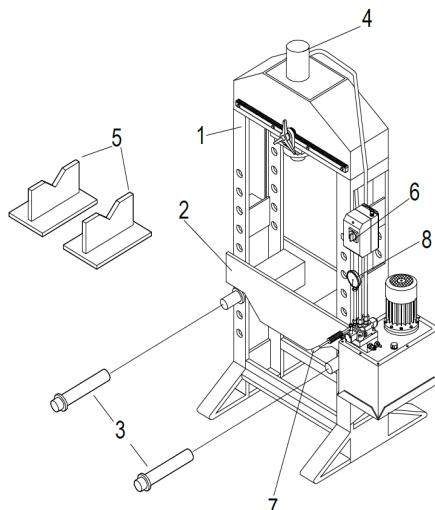

Fig 2
- 2) Effectuer le branchement de commande du câble en le reliant aux bornes de l'interrupteur de la centrale de la presse (Fig. 2, réf. 6). Le fabricant fournit le pont conçu pour le fonctionnement à 400V triphasé.